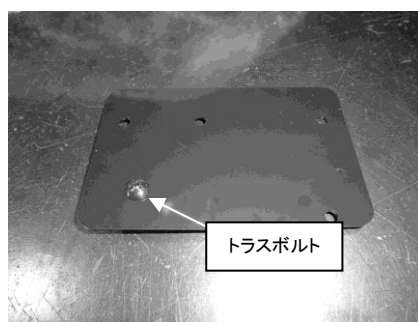

図 8
- 6) トラスボルトをブラケットのボルト穴に取り付けます。(図 8 参照)